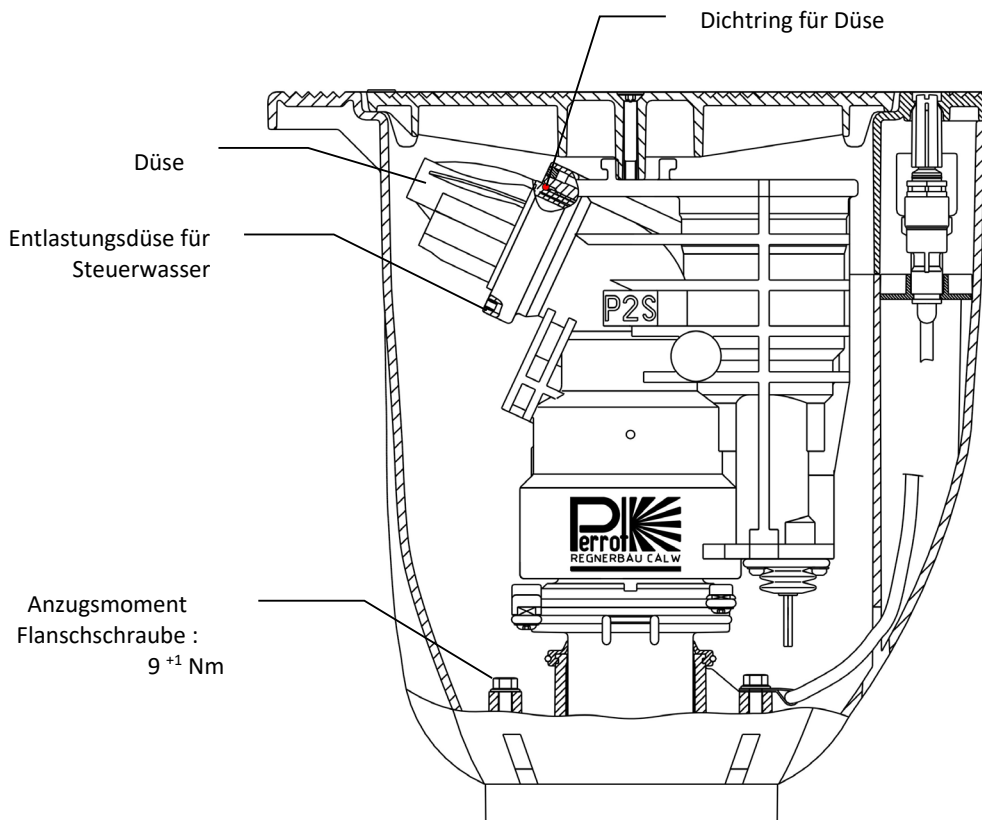

Abb. 5
**Beim Einsetzen der neuen Düse muss darauf geachtet werden, dass die Düse ganz eingeschraubt ist und die Hauptnebdüse nach unten zeigt (6 Uhr Stellung). Ebenfalls ist darauf zu achten, dass der Dichtring richtig eingesetzt ist (Abb. 5).**